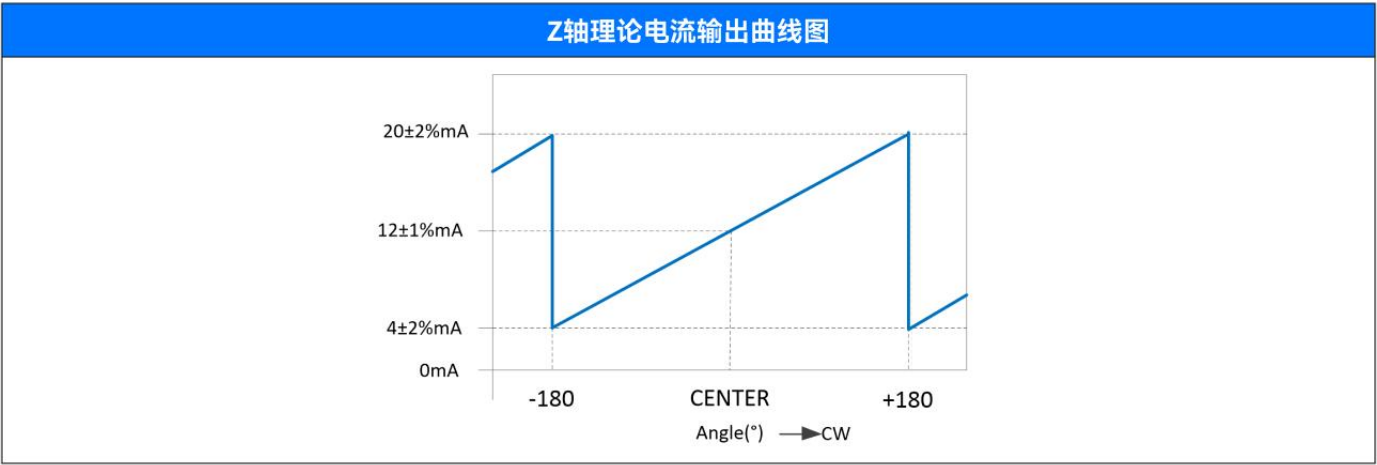

图2.2
- (1) 刻度范围180~0~180，背景色黑色，刻度线、数字白色，背光可调，亮度通过电路板旋钮调节亮度；
- (2) 操作力矩恒定，转动力矩以及卡顿点手感可调，手感良好；
- (3) 输出方式：4~20mA电流输出，与刻度呈线性关系，如图2.2。